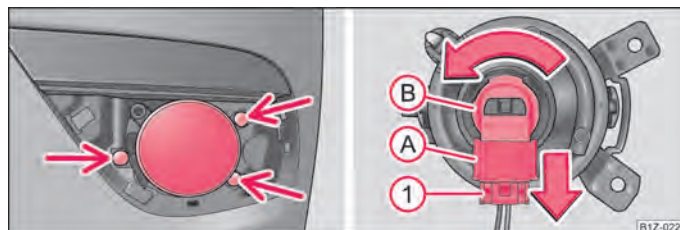

Fig. 187 Paragolpes delantero: Faro antiniebla/Faro antiniebla: Cambiar la bombilla
- Desenrosque los tornillos ⇒ fig. 187 (izquierda), utilizando el destornillador incluido en las herramientas de a bordo ¹⁾.